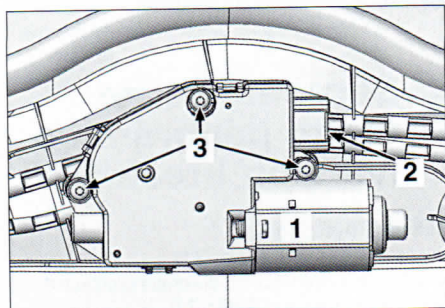

FIG. 72
Décliper le connecteur (2) du motoréducteur (1) et déposer les fixations (3) (fig. 72).